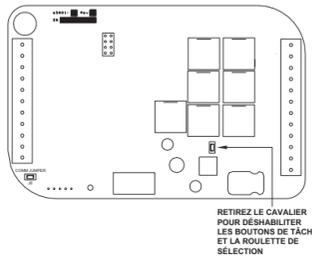

Figure 15 – Cavalier de Contrôle local
- Retirez le cavalier de contrôle local - Voir Figure 15.